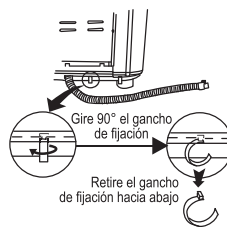

Figura 3
2. Gire 90° el gancho de fijación de la manguera de desagüe para sacarlo del agujero de instalación (Figura 3).